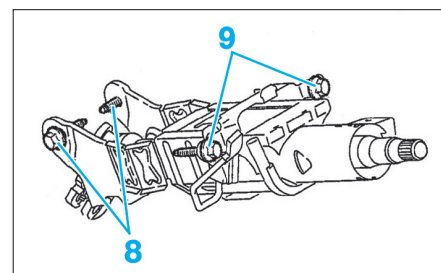

Fig. 5
- Déposer les vis de fixation inférieure (8) et supérieure (9) de la colonne de direction (Fig.5).